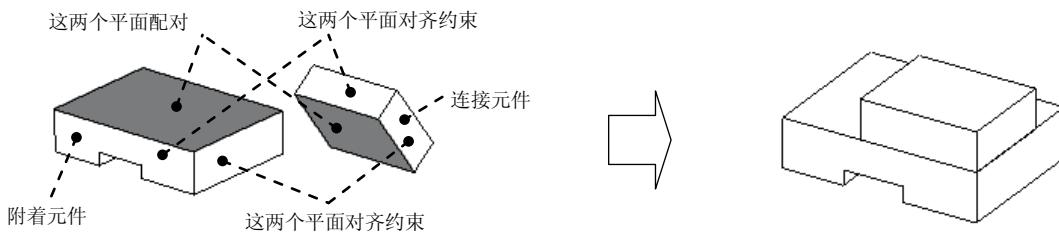

图 12.2.8 刚性 (Rigid) 接头
刚性接头如图 12.2.8 所示，它在改变底层主体定义时将两个元件粘接在一起。在这种类型的接头中，连接元件和附着元件间没有任何相对运动，它们构成一个单一的主体。
Step3. 创建刚性接头。在约束集选项列表中选取 刚性 选项，此时系统弹出装配操控板，单击操控板菜单中的 放置 按钮，定义“配对”约束。分别选取图 12.2.8 中的两个平面。
(1) 定义“对齐”约束。选取图 12.2.8 中的两个要对齐的表面。
(2) 定义“对齐”约束。选取图 12.2.8 中的另外两个要对齐的表面。